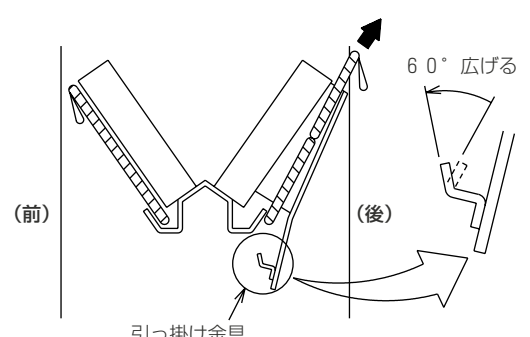

図5
- ⑤背面側フィルターレールの引っ掛け金具を図5のようにペンチ等で広げてください。（左右共）